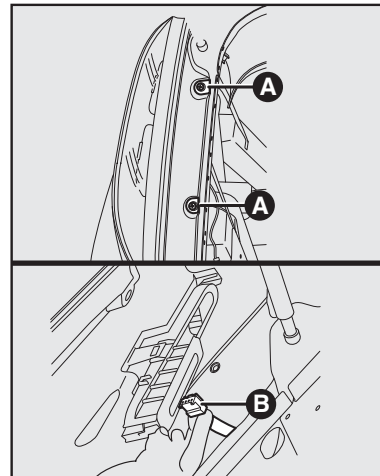
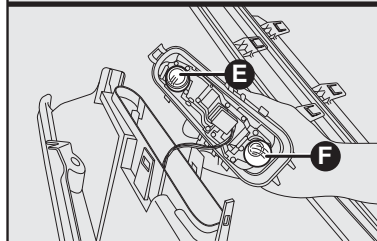

fig. 23
fig. 24
GRUPOS ÓTICOS TRASEIROS - fig. 23 e fig. 24
- Retirar os parafusos de fixação **A-fig. 23**;
- Retirar o porta-lâmpada destravando-o nos pontos **C-fig. 24** e retirando os parafusos **D-fig. 24**;
- Desconectar o conector elétrico **B-fig. 23** e remover o grupo óptico;